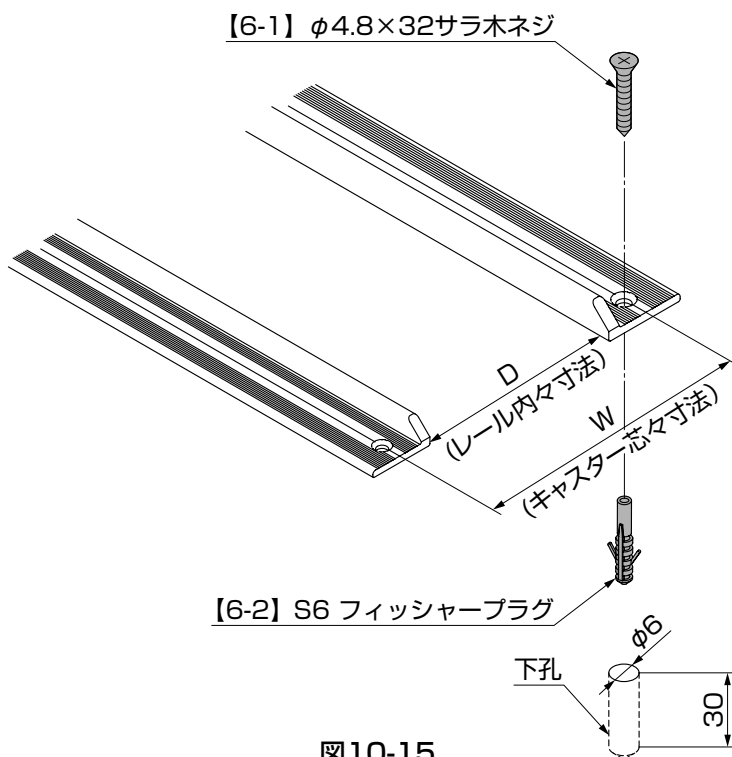

図10-15
①図10-15を参照して、サイドレールの孔に合わせて地盤に下孔φ6深さ30以上の孔をあけてください。(図10-15参照)
②【6-2】を圧入し、【6-1】でネジ止めしてください。(図10-15参照)